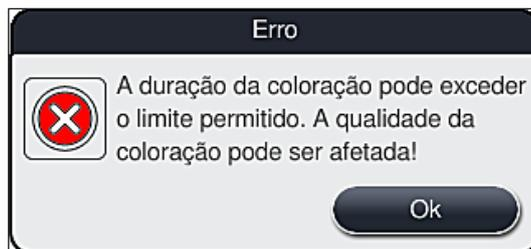

Fig. 105
1. Após confirmar esta mensagem de informações, o usuário é informado que os períodos de coloração podem ter sido excedidos, ou seja, racks individuais já permaneceram muito tempo em um reagente sob determinadas circunstâncias ou em um estação crítica, o que pode impedir a qualidade da coloração. Confirme esta mensagem de informações (→ "Fig. 105") pressionando o botão **OK** para retomar.